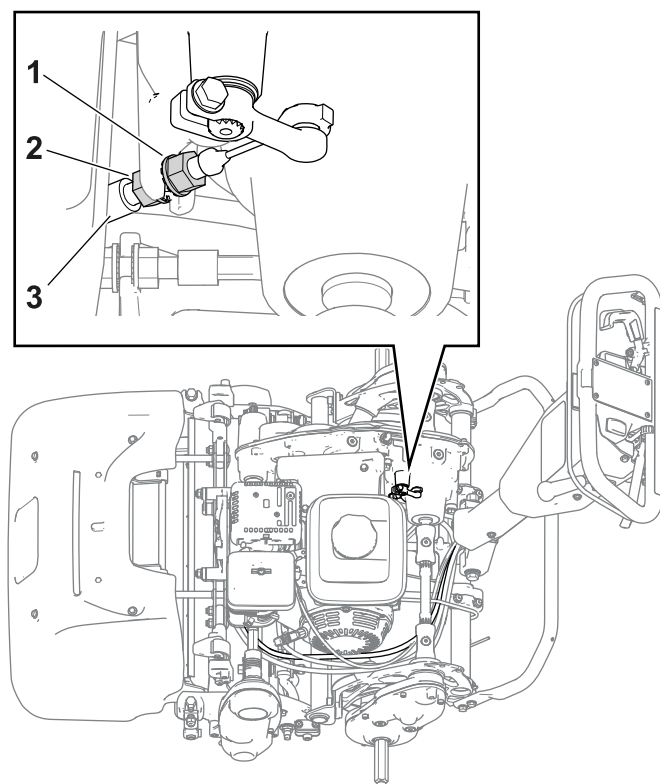

Рисунок 33
- Для увеличения натяжения троса ослабьте переднюю зажимную гайку троса и затяните заднюю зажимную гайку (Рисунок 33). Повторите действие, описанное в пункте 2, и при необходимости отрегулируйте натяжение.
- Для уменьшения натяжения троса ослабьте заднюю зажимную гайку и затяните переднюю зажимную гайку троса (Рисунок 33). Повторите действие, описанное в пункте 2, и при необходимости отрегулируйте натяжение.